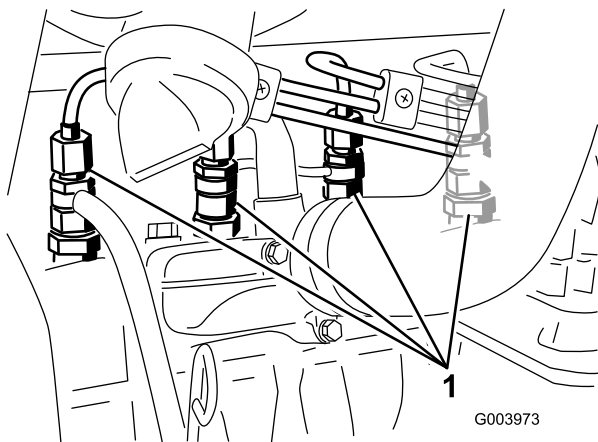

Bild 44
1. Lockern Sie den Leitungsanschluss an der ersten Düse und Halterung (Bild 44).